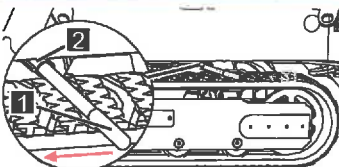

Abb. 134
5. Handhebel (Abb.134/1) in die Verriegelung (Abb.134/2) stecken.
6. Die Verriegelung durch Drücken des Handpumpenhebels (Abb.134/1) in Pfeilrichtung lösen.